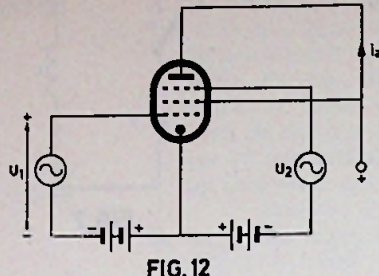

FIG. 12
③ In fig. 12 is een schakeling van een mengbuis gegeven. u_1 is de signaalspanning met de hoekfrequentie ω_1 en u_2 is de hulposcillatorspanning met de hoekfrequentie ω_2 .